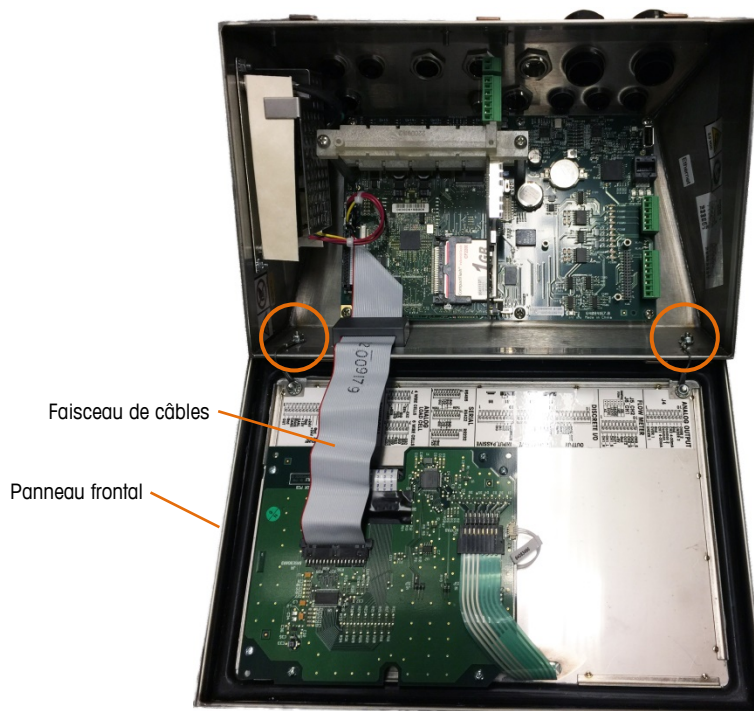

Figure 2-9 : Enceinte pour environnement difficile ouverte, avec panneau frontal dans l'orientation d'origine
3. Desserrez les deux écrous fixant les deux câbles métalliques que vous enlevez. Ils servent de charnières reliant le couvercle avant à l'enceinte arrière. Ils sont encadrés à la Figure 2-9